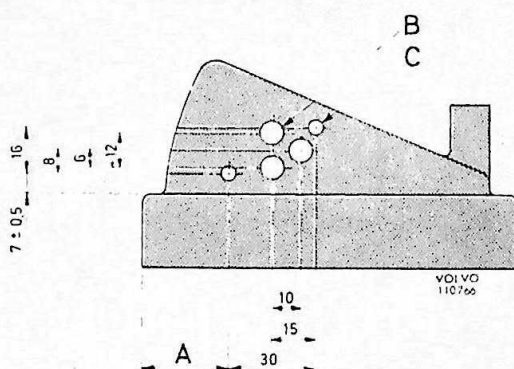

Fig. 7. Te boren gaten in de onderbak van het luchtfilter.
- Schroef de onderbak van het luchtfilter van de karburateurs af. Boor drie gaten van 6,5 mm. en twee van 3,5 mm. in de zijwand van de onderbak, zie Fig. 7. (N.B. Voor de P 1800 bedraagt de afstand A 30 mm.)